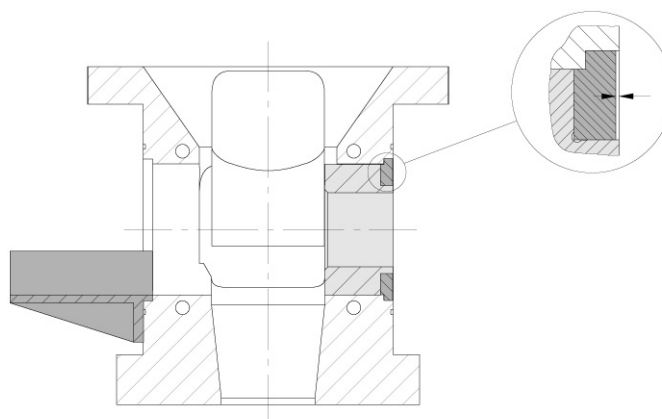

Рис. 8.14: Заплечики подшипников и кольца с буртиками должны быть немного задвинуты назад по отношению к корпусу
- в) Заплечики подшипников / кольца с буртиками должны быть немного задвинуты назад по отношению к опорной поверхности крышки (смотри рис. 8.14). Для проверки этого используйте лекальную линейку и источник света (фонарик).